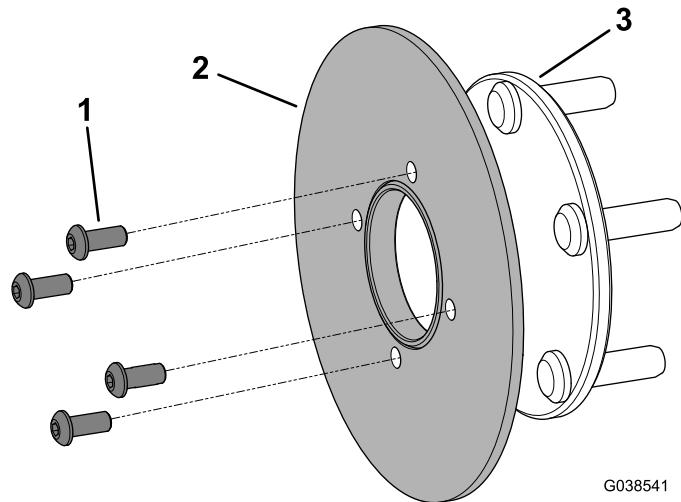

**Figure 6**
6. Déposez le couvre-moyeu, la goupille fendue, l'arrêt d'écrou et l'écrou de blocage, puis déposez le moyeu et le disque de la fusée (Figure 6).
- A. Serrez l'écrou de blocage tout en tournant le moyeu pour bien asseoir les roulements. Serrez ensuite l'écrou de blocage à un couple de 16 à 20 N m, comme montré à la Figure 6.
- B. Desserrez l'écrou de blocage pour le séparer de l'arrêt d'écrou et du moyeu, puis serrez-le à un couple de 169 à 226 N cm tout en tournant le moyeu (Figure 6).
- C. Placez l'arrêt d'écrou sur l'écrou de blocage, en vérifiant que le trou de la goupille fendue est visible, puis installez la goupille fendue (Figure 6).
- D. Reposez le couvre-moyeu (Figure 6).